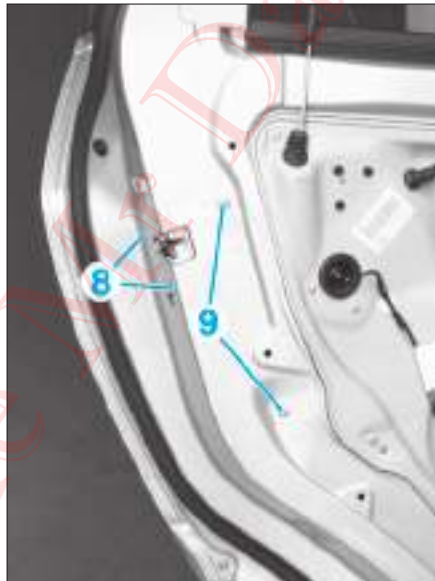

FIG. 53
- Déposer la poignée extérieure (7) de la porte en la tirant.
- Déposer les vis (8) (Fig.53).